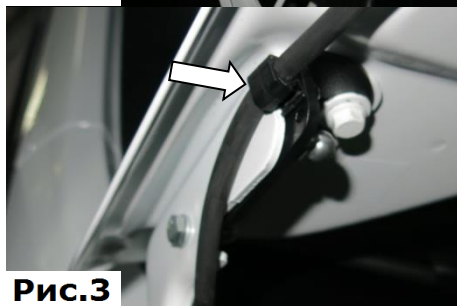

Рис.3
3. Хомут фиксации трубки стеклоомывателя закрепить в отверстие с внешней стороны кронштейна, (Рис.3).